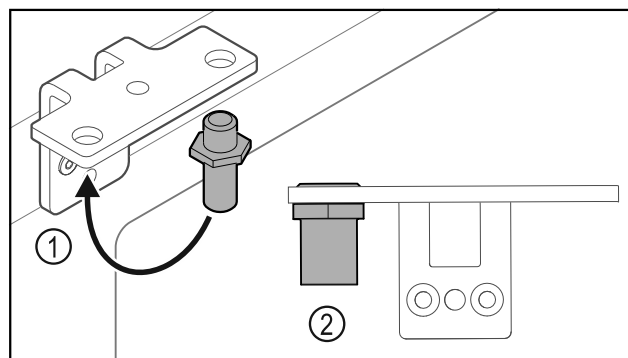

Fig. 31
- Ktheni bulonin Fig. 31 (1) në profilin e menteshës në anën tjetër.
- Shtrengoni bulonin Fig. 31 (2) me **momentin e rrotullimit prej 12 Nm**.